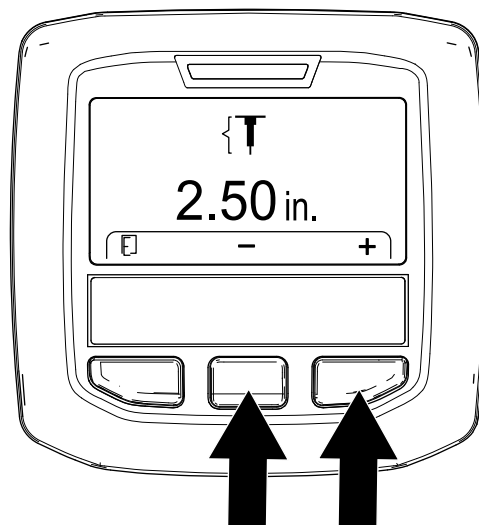

Figura 53
5. Ajuste la profundidad de los taladros (Figura 53) del siguiente modo: